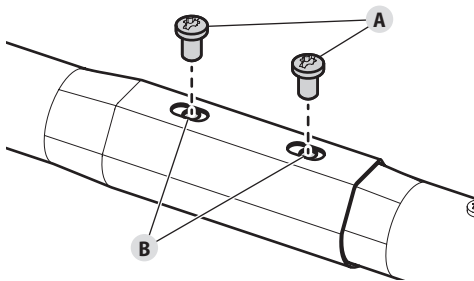

Fig. 7
5. Inserte los tornillos (x2) (Fig. 7-A) en los orificios alineados (Fig. 7-B).